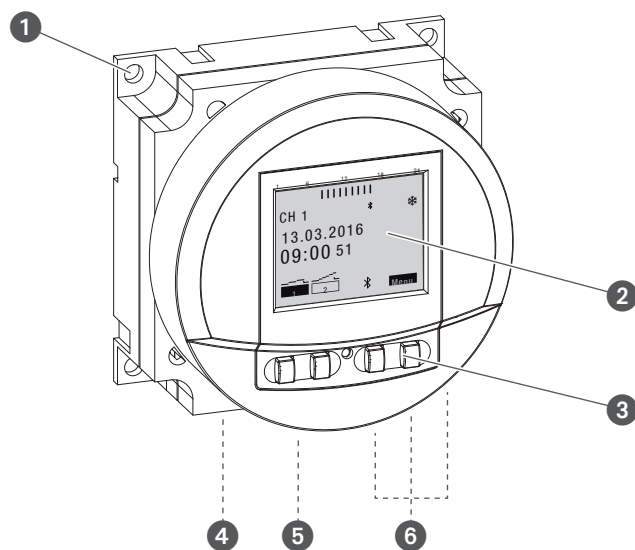
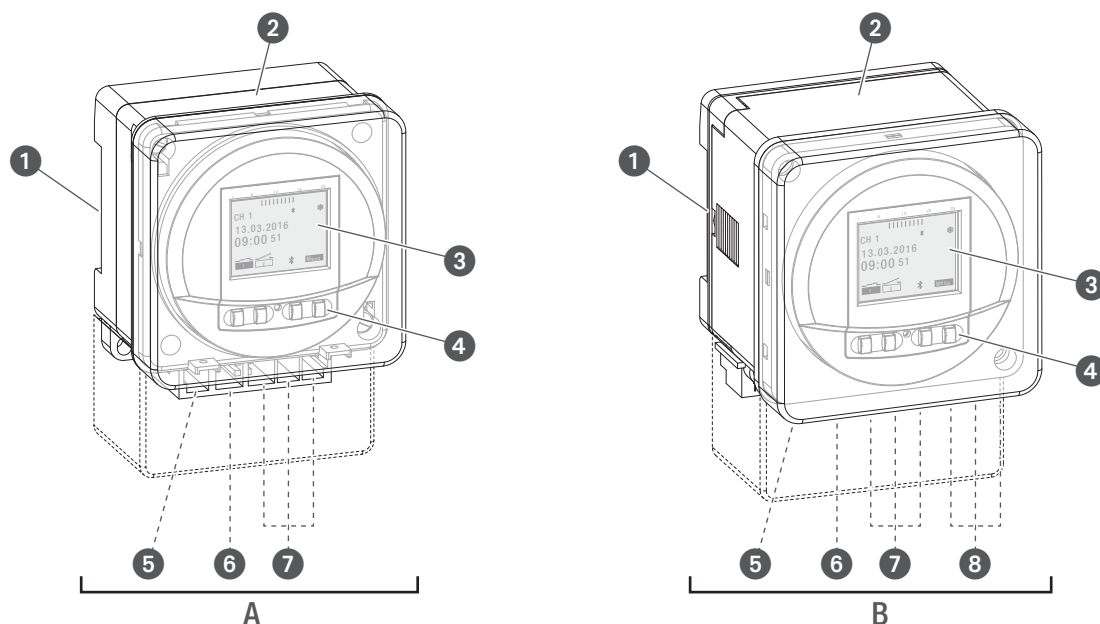

Fig. 1: Tidskoblingsur FMD smart
Fig. 2: Tidskoblingsur tactic smart
Tidskoblingsuret er beregnet på innfelt montering, utvendig montering eller montert på en DIN-skinne ved hjelp av et klikksystem (🔗 kapittelet „Installasjon“ på side 500). Tidskoblingsuret styrer den tilkoblede enheten. Tidskoblingsuret har alt etter type 1 eller 2 kanaler, og betjenes via en skjerm (fig. 1/❷, fig. 2/❸) med 4 betjeningstaster (fig. 1/❹, fig. 2/❹). Tidskoblingsuret kan programmeres manuelt eller via en mobil enhet. Radiosignalet frekvens ligger på 2,4 GHz, og maksimal utgangseffekt er på 1,8 mW. Programmeringen av tidskoblingsuret kan først foretas etter tilkobling til en ekstern spenningsforsyning.